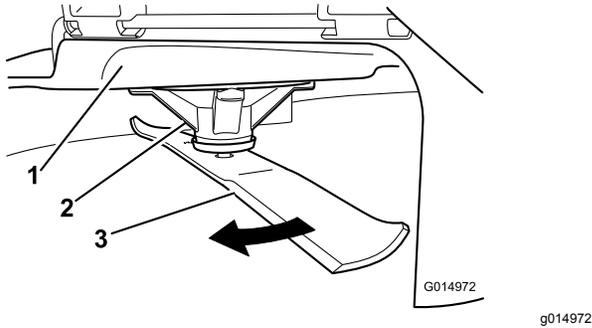

図 44
2. 厚手の丈夫な手袋をはめるなどして確実に保護した手で、ブレードをゆっくり回転させ、適当な位置で、刃先から床面までの距離を測定する 図 44。